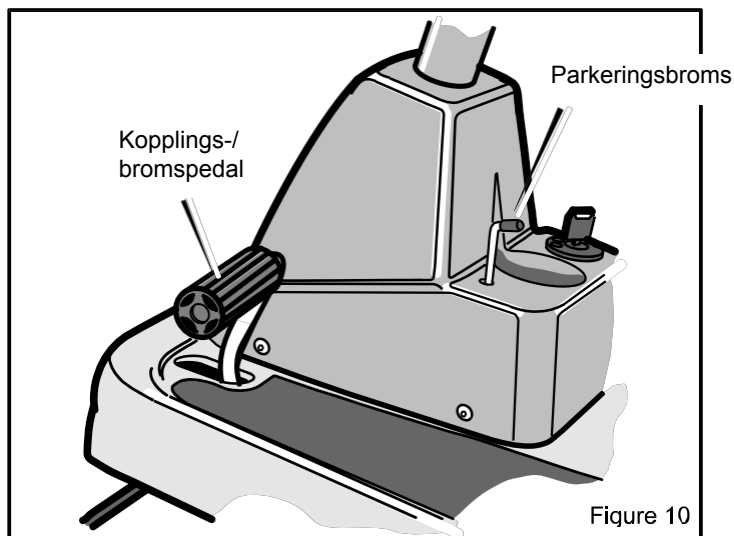

Figure 10
2. Lyft parkeringsbromsspaken (bild 10).